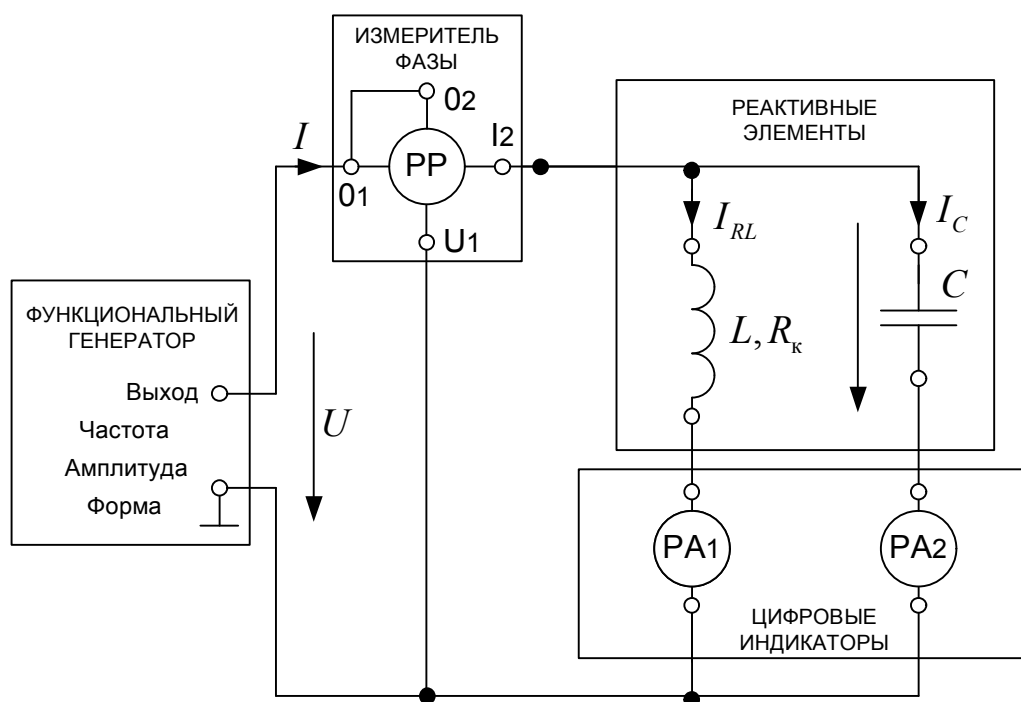

Рис. 8.2. Схема электрической цепи
3) Собрать электрическую цепь по схеме, приведенной на рис. 8.2 протокола измерений. Тумблер  $SA2$  модуля *Измеритель фазы* установить в положение  $I2$ .
Схема исследуемой электрической цепи представлена на рис. 8.2. Экспериментальные данные представлены в табл. 8.2.